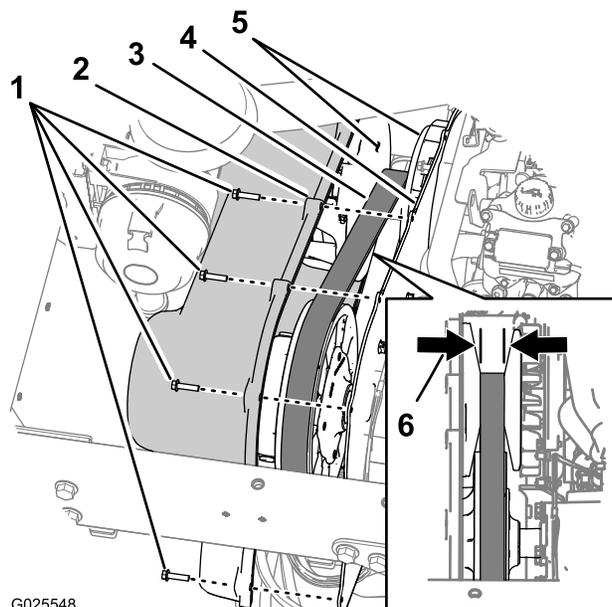

Figura 63
1. Rimuovete i 9 bulloni a rondella esagonale ($\frac{1}{4}$ " x 1") che fissano il coperchio della trasmissione alla relativa piastra di montaggio (Figura 63).
2. Spostate il coperchio in avanti fino a vedere la cinghia di trasmissione (Figura 63).
3. Controllate eventuali segni di danneggiamento sulle facce rastremate della frizione primaria (Figura 63).
4. Controllate eventuali denti danneggiati o mancanti sulla cinghia di trasmissione (Figura 63).
5. Misurate la cinghia e registratene la larghezza (Figura 63).
Nota: Se la larghezza della cinghia è pari o inferiore a 29,5 mm, sostituitela (Figura 63).
6. Allineate i fori nel coperchio della trasmissione con i fori nella piastra di montaggio (Figura 63).
7. Fissate il coperchio sulla piastra di montaggio (Figura 63) con i 9 bulloni a rondella esagonale ($\frac{1}{4}$ " x 1") rimossi al passaggio 1 e serrate i bulloni a 10,2 - 12,4 N·m.